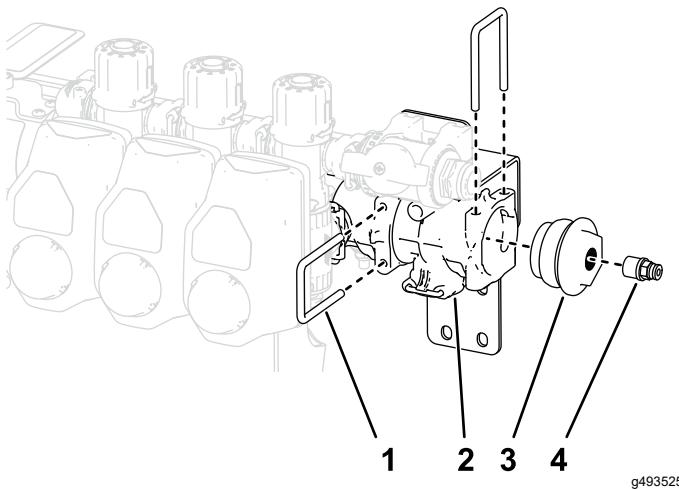

图 30
9. 从阀门段的端部拆下固定接头帽和连接器的卡环 图 30。